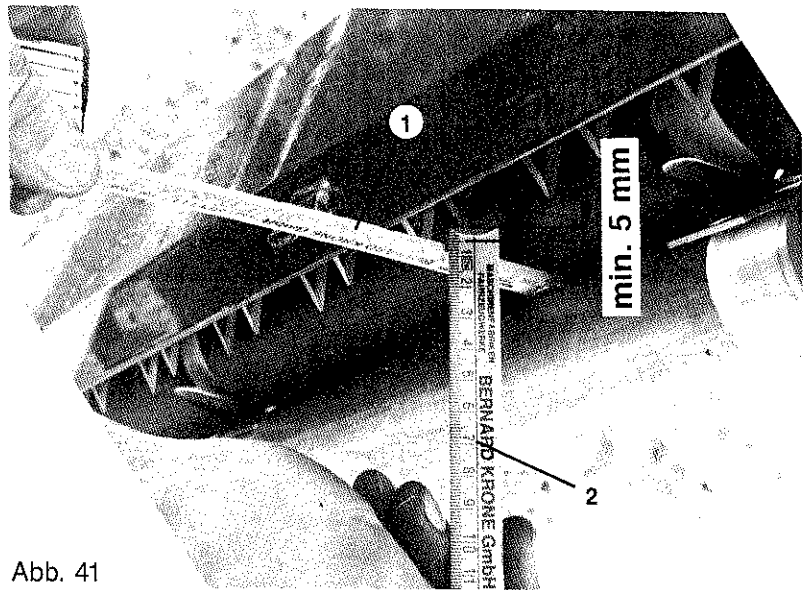

Abb. 41
- Beim Einwickeln mit Netz oder Folie müssen die Messerspitzen mindestens 5 mm von dem einlaufenden Bindematerial entfernt sein. (Abb. 41, Überprüfung der Messerstellung).